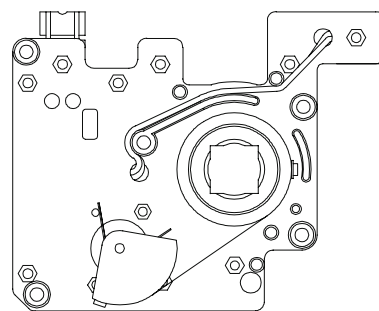

РИСУНОК 3. Вид снизу крепежной пластины в сборе, показан вал и потенциометр в среднем положении, готовые к установке на привод в среднем положении
2.1.5 Соблюдайте диапазон движения, доступный для вала позиционера, ограниченный правильной работой квадратного колеса потенциометра, приводимого в движение лентой из нержавеющей стали (см.рисунок 3). Установите узел несущий пластины и вала обратно в коробку позиционера (см 2.1.1), «чувствуя» охватывающий квадрат вала позиционера на охватываемом квадрате привода.